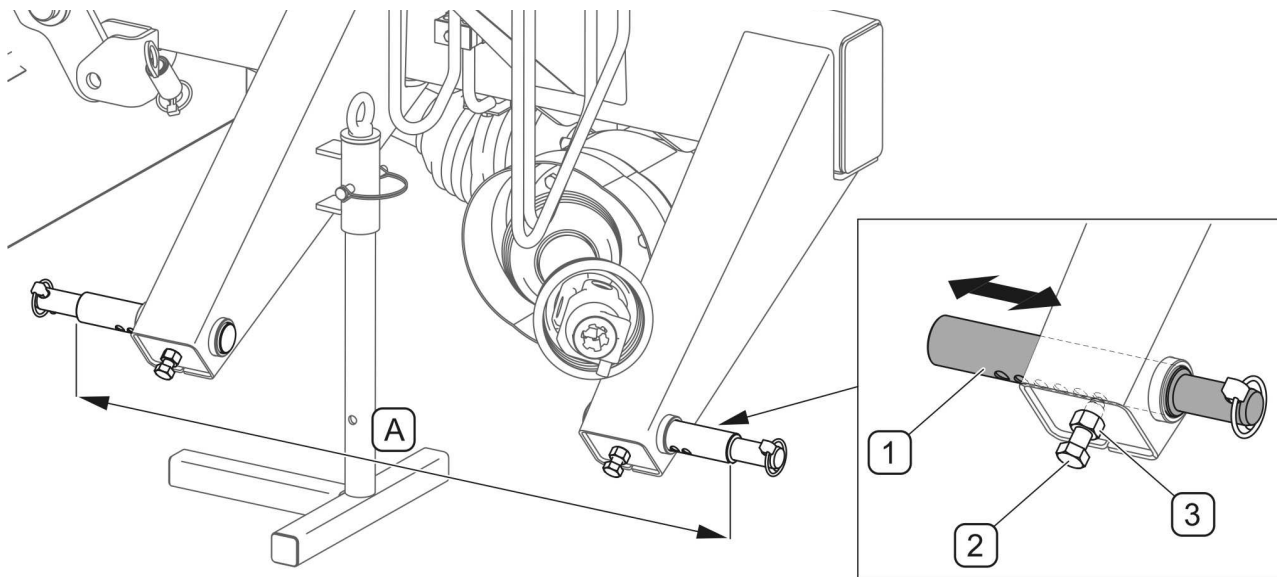

РИСУНОК 4.2 Регулировка нижних сцепных шкворней навесной системы косилки
При помощи нижних шкворней (1) навесной системы косилки можно регулировать расстояние между тягами (РИСУНОК 4.2). Чтобы изменить расстояние между сцепными шкворнями навесной системы, необходимо:
- слегка отвинтить контргайку (3),
- отвинтить установочный болт (2),
- передвинуть шкворень (1) вправо или влево, пока не будет достигнуто нужное расстояние,
- заблокировать положение шкворня при помощи установочного болта (2) и контргайки (3).